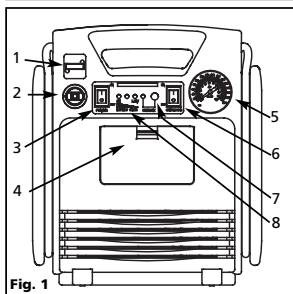

Fig. 1
3. Enchufe el otro extremo del adaptador de CA en el tomacorrientes del cargador del PowerPal (vea la fig. 1).
- Si el vehículo que se está utilizando para recargar mediante el procedimiento de 12 voltios de CC queda encendido, no cargue la unidad por más de una (1) hora. Luego de cargar durante una hora, desenchufe el cable de 12 voltios de CC y espere una hora antes de verificar el LED que indica el nivel de batería/indicador de carga (vea la fig. 1). Si la unidad no está cargada por completo, repita el procedimiento de cargador.
3. Introduzca el enchufe del otro extremo del adaptador de CC en el tomacorrientes de 12 voltios de CC en la parte delantera de la unidad (vea la fig. 1).
4. Cargue durante una (1) hora. Prenda el interruptor principal de la unidad. Verifique que el estado de la batería indique que está cargada por completo (LED verde/amarillo/rojo - vea la fig. 1). No se exceda del tiempo de cargado máximo de 3 horas.